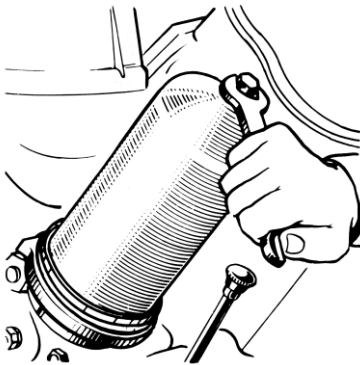

Рис. 53. Отвертывание колпака фильтра
- 1 Отвернуть на 3–4 оборота колпак фильтра и слить масло через канал корпуса в подставленную тару. Для отвертывания колпака можно пользоваться ключом, как показано на рис. 53.